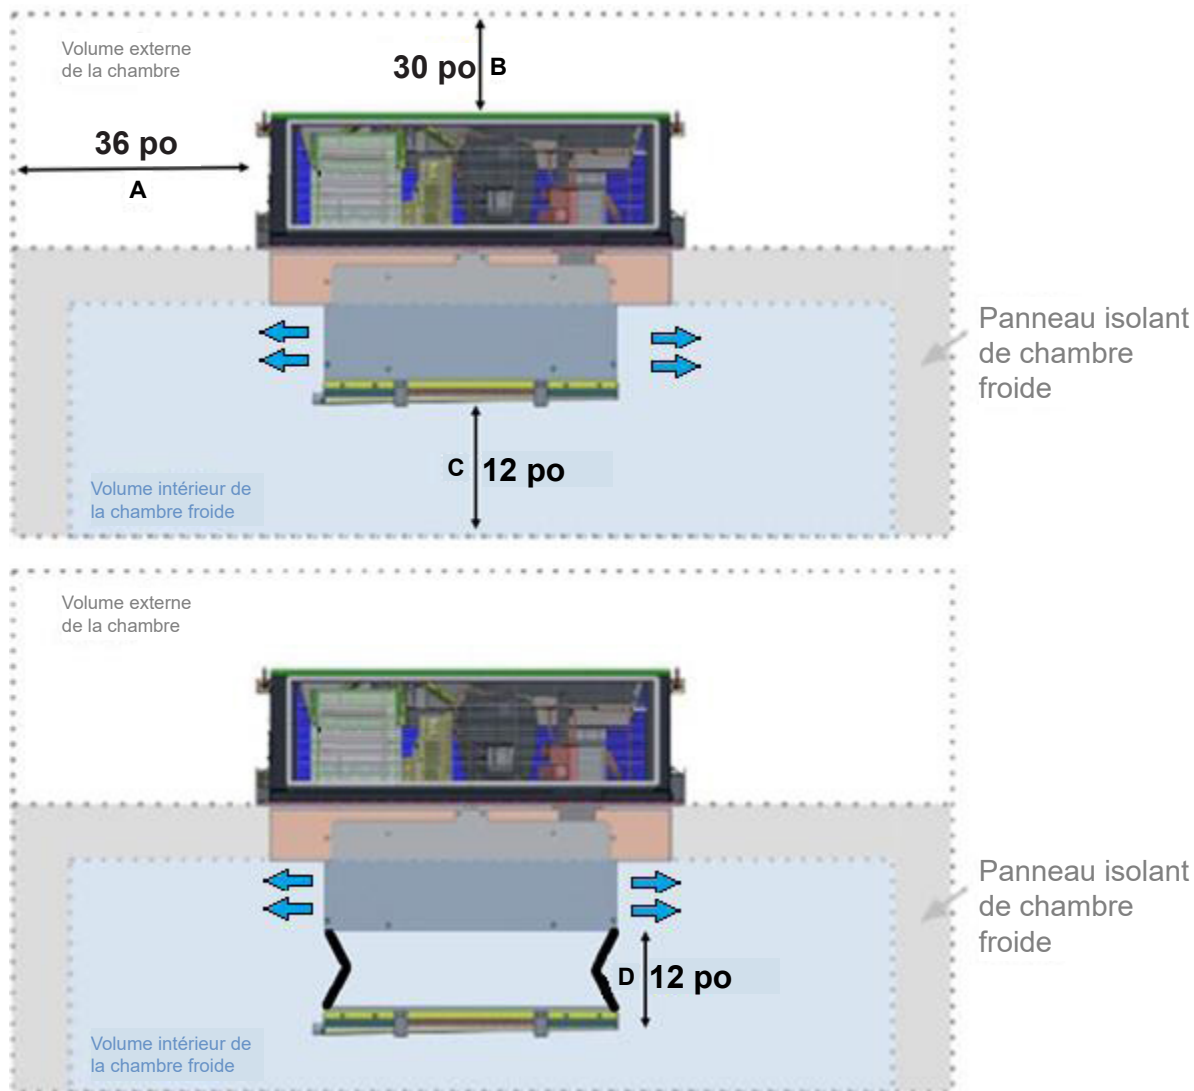

Figure 5 – Dimensions d'accès pour l'entretien
- Pour les fins d'entretien, les distances minimales recommandées sont données dans la Figure 5 :